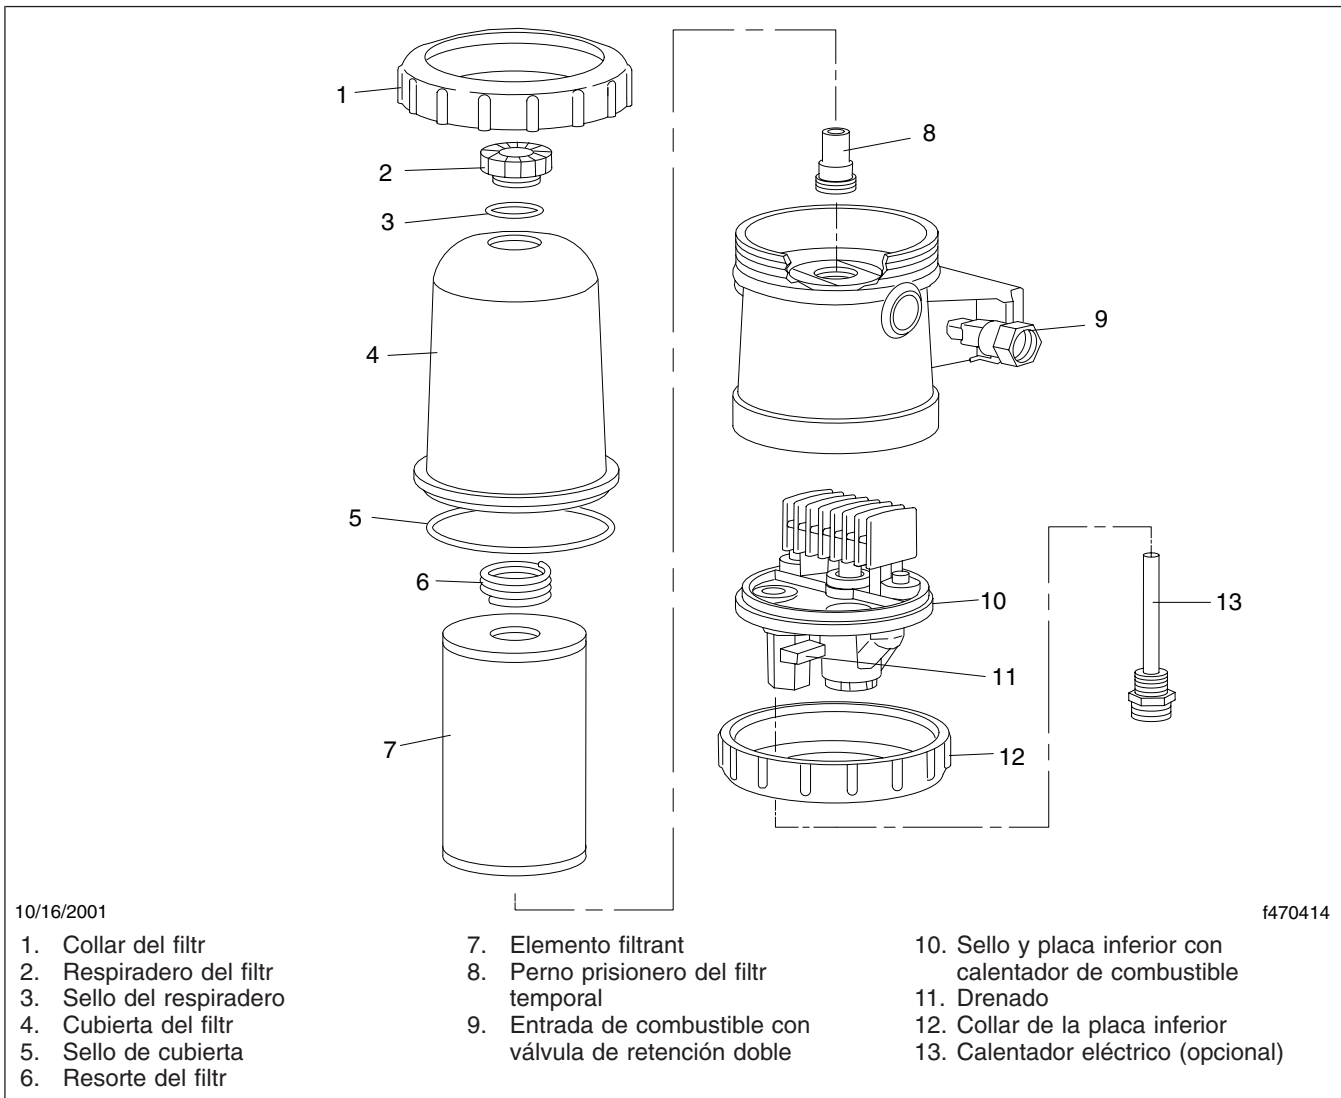

Figura 3, Davco Fuel Pro® 382
1. Drene el combustible por debajo del nivel del collar. Vea la **Figura 3**.